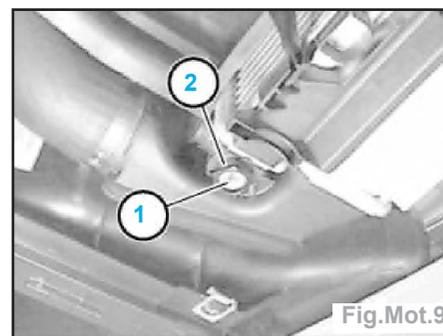

Fig.Mot.9
- Retenir la vis de réglage du radiateur (2) et dévisser le bouchon de vidange (1) au bas du radiateur d'eau (Fig.Mot.9).